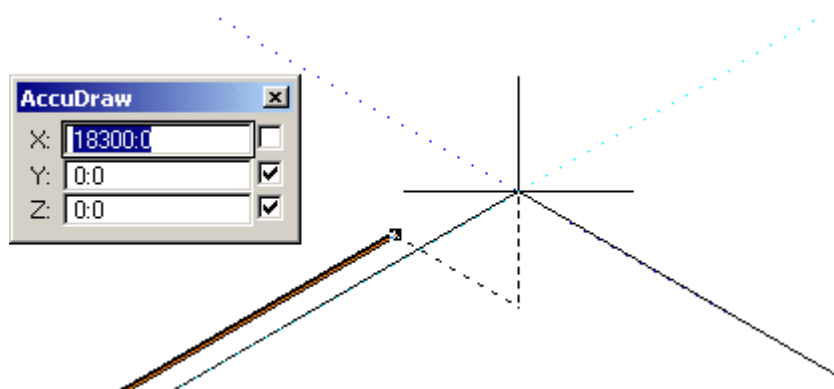

Рисунок 9
- Принудительно привязаться к следующему углу сетки **7-E** (Рисунок 9).